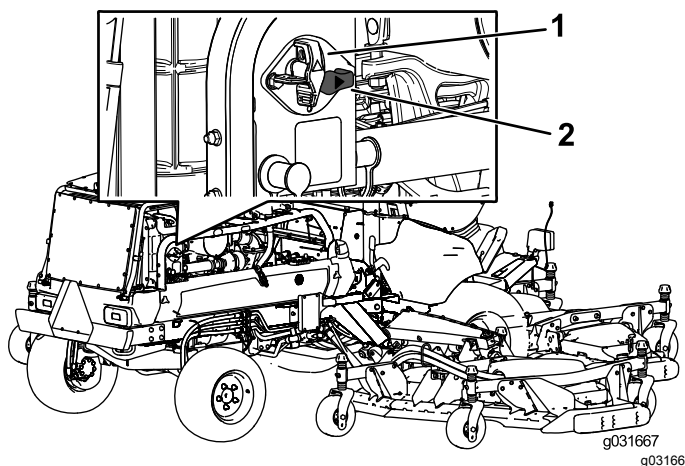

Figura 80
- Para energizar a máquina eletricamente, rode o interruptor de desligar a bateria no sentido dos ponteiros do relógio para a posição LIGAR (Figura 80).
- Para não energizar a máquina eletricamente, rode o interruptor de desligar a bateria no sentido contrário ao dos ponteiros do relógio para a posição DESLIGAR (Figura 80).